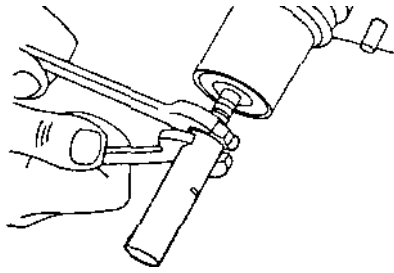

Рис. 7.24.
- скрутить регулировочную втулку и контргайку со штока усилителя (рис. 7.24);